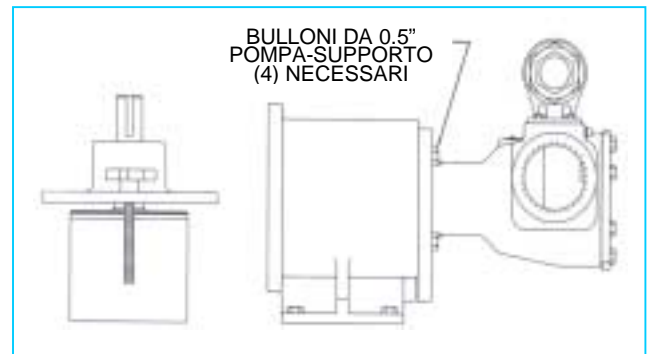

FIGURA 38
3. Sostenere la pompa dalla testa ed assicurare il supporto dell'accoppiamento per evitare che si ribalti quando viene attaccata la pompa. Utilizzando il serbatoio come guida, far scivolare il gruppo della pompa fino al supporto dell'accoppiamento attraverso l'apertura più piccola. Fermare con i quattro bulloni da 0.5". **Vedere Figura 38**.